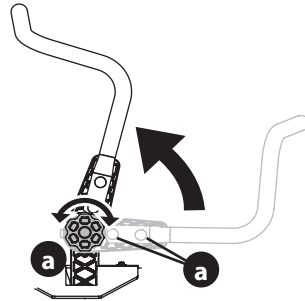

Figura 7
- Gire la perilla (a) en el sentido contrario a las agujas del reloj para aflojar la (Figura 7).
- Gire la perilla en el sentido de las agujas del reloj para asegurar la palanca de control de la transmisión en su posición (Figura 7).
- Si las barras de seguridad no se alinean después de realizar el ajuste de las perillas, afloje las tuercas (b), alinee las barras de seguridad y vuelva a ajustar las tuercas. Una vez realizado este ajuste fino, las barras de seguridad se alinearán cuando se utilice el ajuste de la perilla (Figura 7).